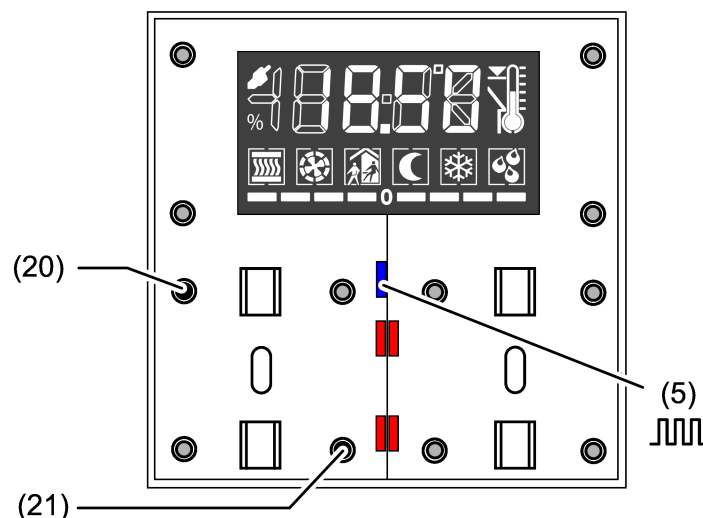

Bild 5: Programmiermodus aktivieren
- Programmiermodus aktivieren: Taste (20) (siehe Bild 5) drücken und halten. Anschließend Taste (21) drücken.
- Linke Taste oben links und unten rechts drücken und halten (siehe Bild 5).
- Taster (20) (siehe Bild 5) drücken und halten. Anschließend Taster (21) für länger als 5 Sekunden drücken, bis die Betriebs-LED schnell blinkt (ca. 4 Hz).